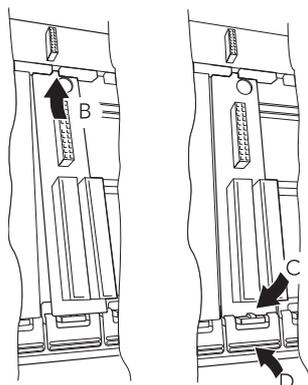

Figure 2.2.2 Pose/dépose du bornier
1. Insérez la languette en haut du circuit imprimé du bornier dans l'emplacement correspondant de l'unité de base (action « B » de la figure 2.2.2).